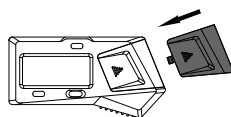

fig. 3
- Feche a tampa da bateria (fig. 3)